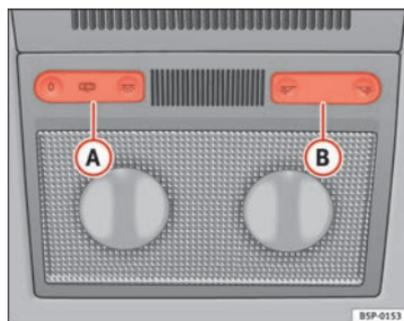

Fig. 79 Revestimiento interior del techo: iluminación delantera del habitáculo
Con el mando (A) ⇒ fig. 79 puede seleccionar las siguientes posiciones:
Pulsar el conmutador a la posición O ⇒ fig. 79.